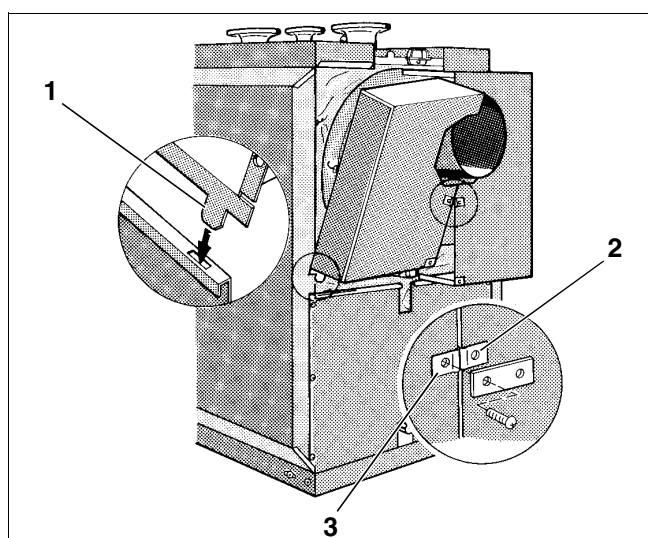

Fig. 18 Montaj manta
- Introduceți cele 2 eclise de jos (Fig. 18, **Poz. 1**) ale componentei din spate sus în fanta muchiei componentei din spate de jos.
- Agățați cele 2 cârlige de sus în muchia carcasei din stânga respectiv din dreapta (Fig. 18).
- În muchia laterală, peste găuri, pot fi introduse (Fig. 18, **Poz. 2 și 3**) piulițe.